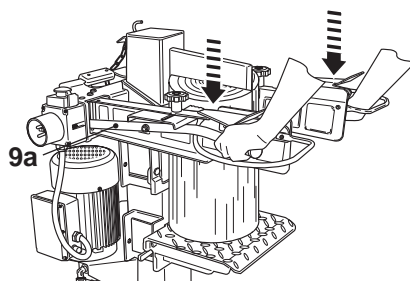

Fig. 12b
- > Abaissez simultanément les deux poignées [9a]. Le coin [5] descend et presse la bûche contre la table [11] (Fig. 12b).